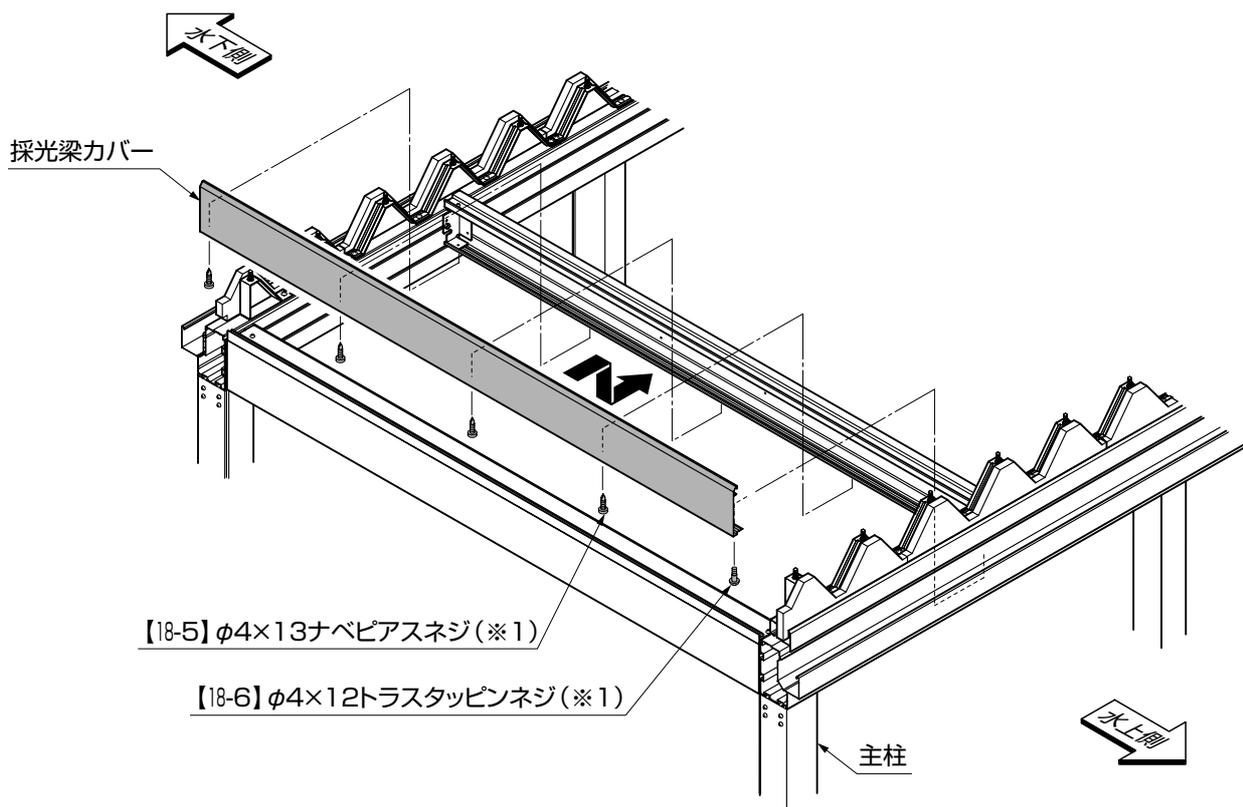

図15-4
- ② 組付けた追加梁の下12ヶ所を【18-5】で組付けてください。(図15-4参照)